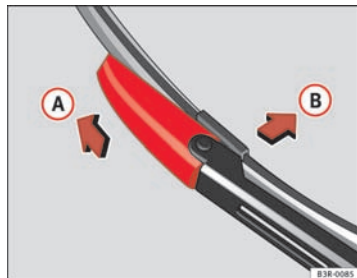

Fig. 183 Retrait du balai
- Poussez le dispositif de verrouillage du balai d'essuie-glace dans le sens de la flèche ⇒ fig. 183 (A). Pour ce faire, maintenez le balai d'essuie-glace.
- Retirez le balai d'essuie-glace (B) hors de la fixation sur le bras d'essuie-glace.